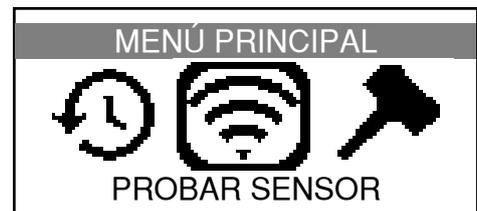

Fig. 3
- A continuación, se muestra el **MENÚ PRINCIPAL**. (Fig. 3).